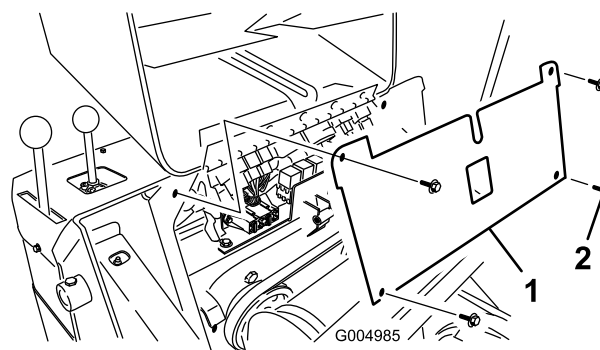

Рисунок 42
4. Отвинтите 4 винта, которые крепят панель предохранителей, затем снимите панель, потянув ее на себя и вверх (Рисунок 42).